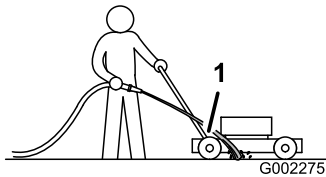

Figure 37
3. Tenez le tuyau d'arrosage à hauteur du guidon et dirigez le jet d'eau vers le sol, juste devant la roue arrière droite (Figure 37).